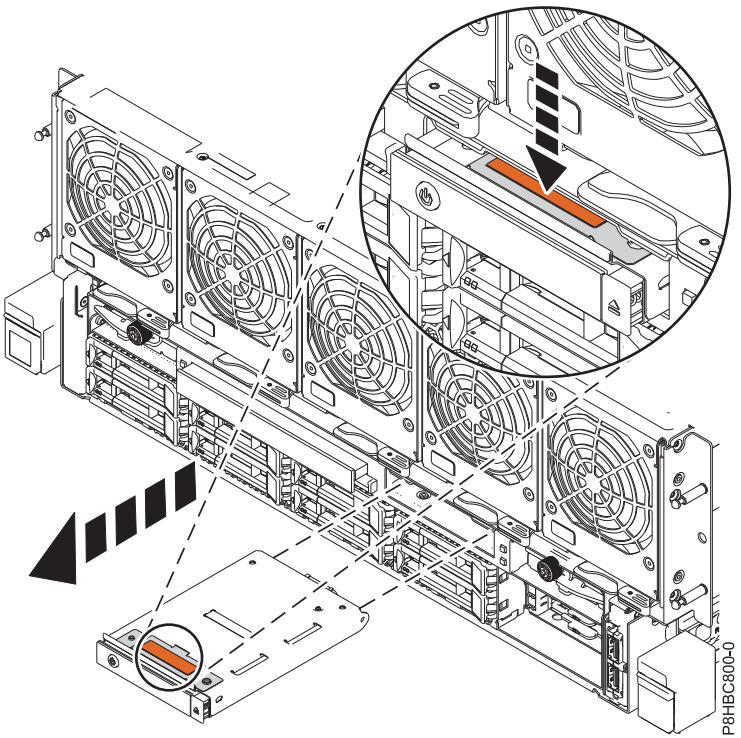

図 1. コントロール・パネルの取り外し
2. 赤褐色のタブを押してから、コントロール・パネルをスロットからまっすぐにスライドさせて出します。, 3 ページの図 1 に示すとおり。